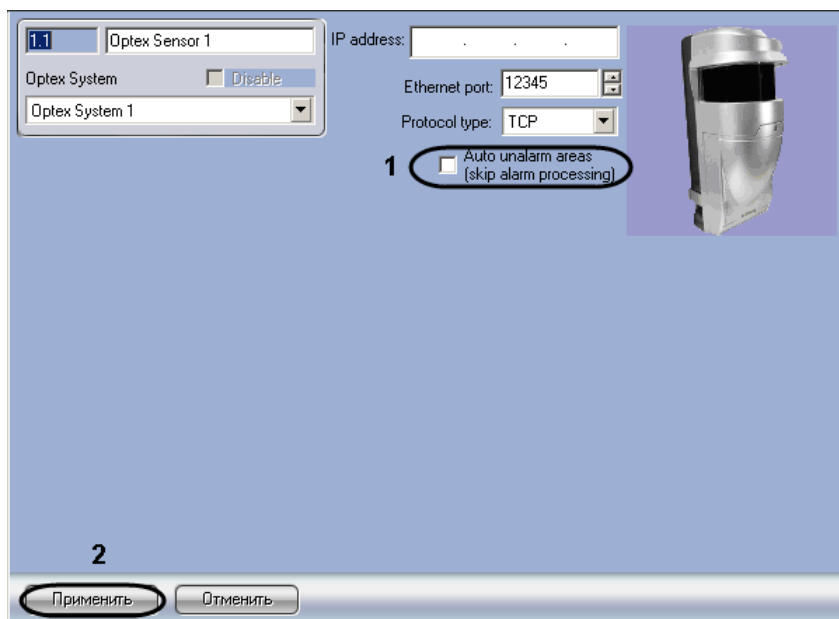

Рис. 3.4—1 Выбор способа обработки тревоги
1. Перейти на панель настроек объекта **Optex Sensor** (Рис. 3.4—1).
2. В случае, если тревогу со всех зон датчика требуется обрабатывать автоматически, необходимо установить флажок **Auto unalarm areas (pass process alarm)** (см. Рис. 3.4—1, 1). В случае, если обработка тревоги со всех зон датчика должна производиться оператором, данный флажок необходимо снять.
3. Для сохранения изменений в ПК *ACFA Intellect* нажать на кнопку **Применить** (см. Рис. 3.4—1, 2).